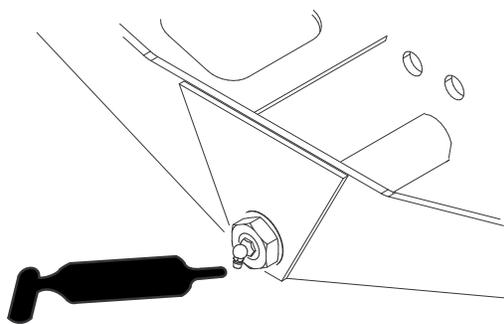

Рисунок 69
- Ось поворота моста (1 шт.) (Рисунок 69)